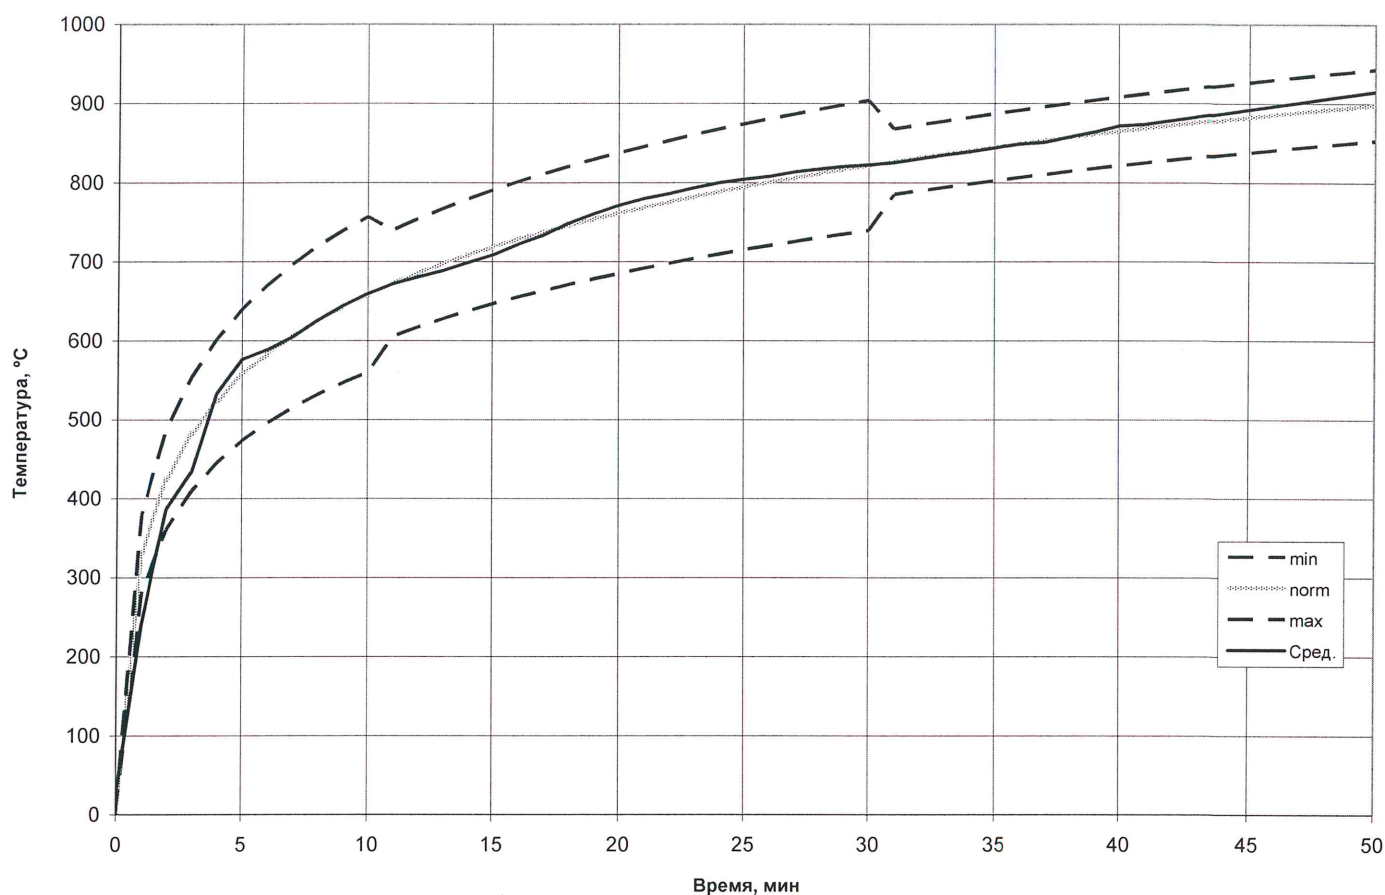

Рис. 3. Изменение температуры в печи при испытании образца №1.
- Температура в печи (рис. 3, 5);